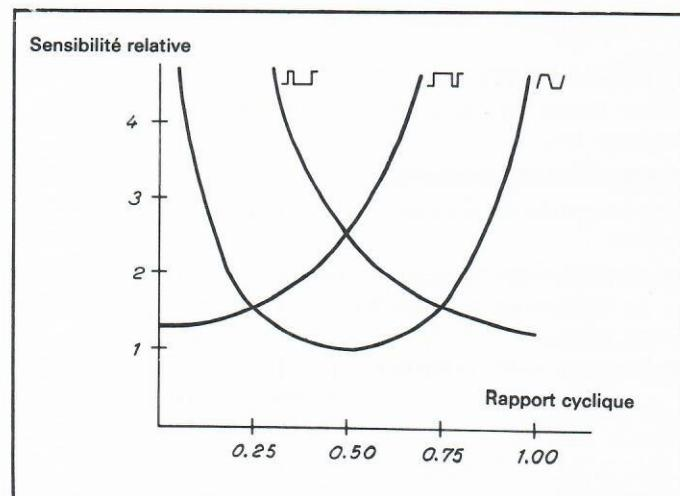

Fig. 3.5. Relation entre la tension d'entrée nécessaire et le rapport cyclique.
La relation entre la tension d'entrée nécessaire et le rapport cyclique est illustré par la Figure 3.5.
2. Vérifier quel est le bouton-poussoir de sélection de signal qui provoque le déclenchement. En fonction de l'amplitude d'entrée et du rapport cyclique le déclenchement pourrait intervenir avec 1, 2 ou avec l'ensemble des trois boutons-poussoirs de sélection de signal. Se reporter à la Figure 3.5.